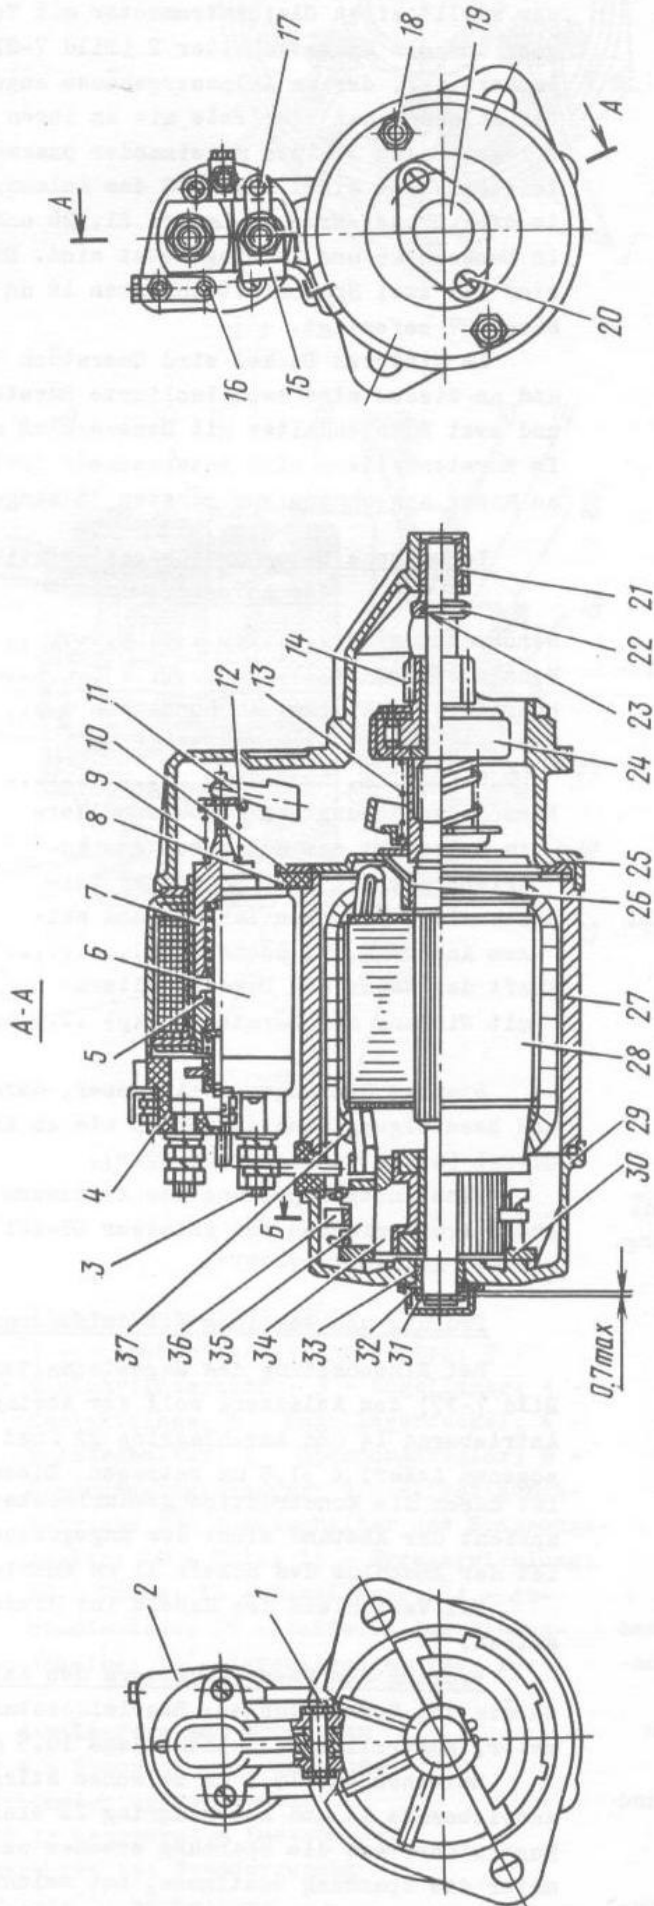

Bild 7-27. Anlasser 23.3708:
- Kontaktschraube 3 (siehe Bild 7-27) losdrehen und Anschluß 15 der Erregerwicklung trennen;